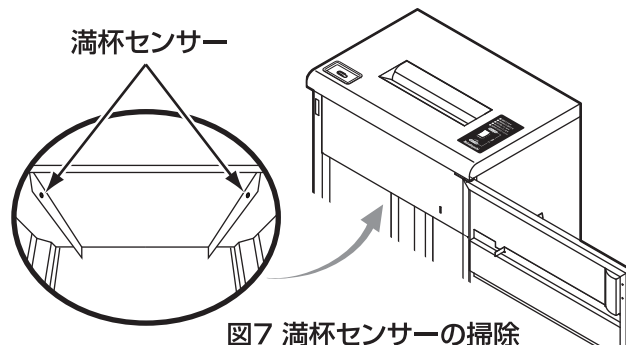

図7 満杯センサーの掃除
1. 操作スイッチ①の下側を押して電源を切り、電源コード⑧の電源プラグを抜いてください。
2. 満杯センサーに付着した紙粉や細かい細断紙片を柔らかい布等で取り除いてください。 図7 参照